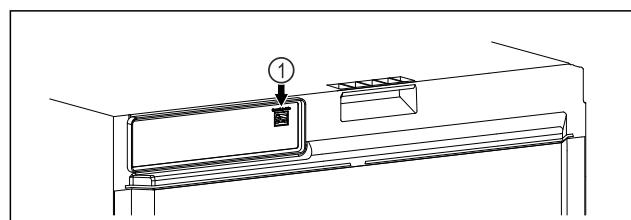

Fig. 114
- Използва се SmartModule Fig. 114 (1).